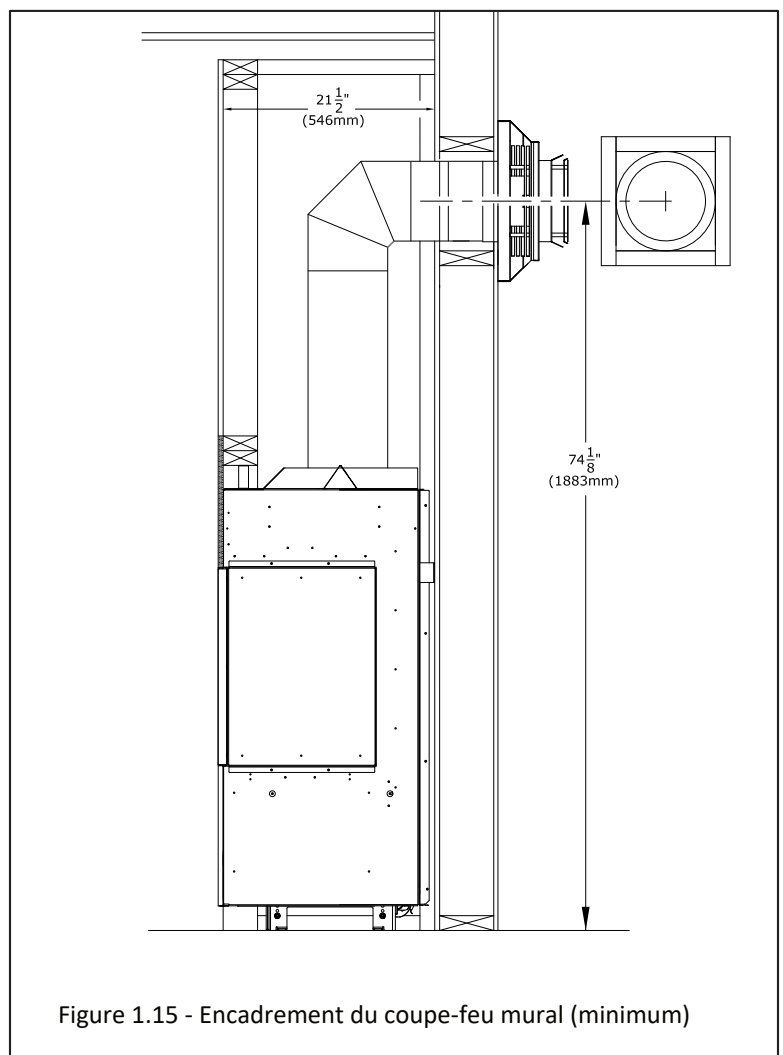

Figure 1.15 - Encadrement du coupe-feu mural (minimum)
- Voir la Figure 1.15 ci-contre pour les dimensions d'encadrement du conduit d'évacuation minimum à terminaison horizontale.
1. Mesurez la distance entre le plancher du foyer et le centre du point de traversée murale prévu du conduit d'évacuation. Les dimensions du conduit de la Figure 1.15 utilisent un conduit d'évacuation Simpson DuraVent.